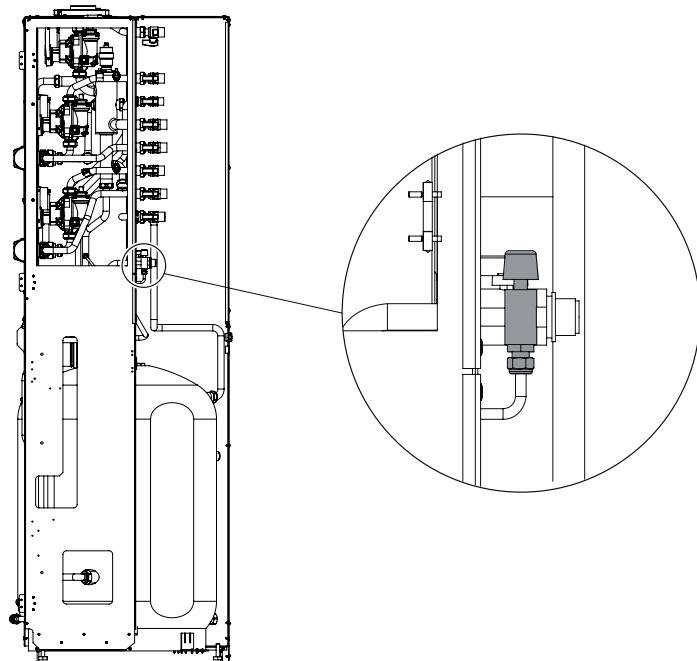

Fig. 2 Rubinetto di carico
Nel caso dovesse lampeggiare l'errore **E04** di blocco per pressione impianto insufficiente (che segnala l'intervento del pressostato acqua di sicurezza) provvedere al riempimento dell'impianto agendo sul rubinetto di carico in Fig. 2 Rubinetto di carico. L'errore **E04** viene visualizzato quando la pressione impianto scende sotto il valore di 0,4 bar e l'errore si resetta automaticamente quando la pressione dell'impianto raggiungerà la soglia di 1,0 bar. Il valore della pressione a caldaia fredda deve essere di 1÷1,3 bar.
- ruotare la manopola del rubinetto di carico Fig. 2 Rubinetto di carico in senso antiorario per permettere l'ingresso dell'acqua in caldaia;